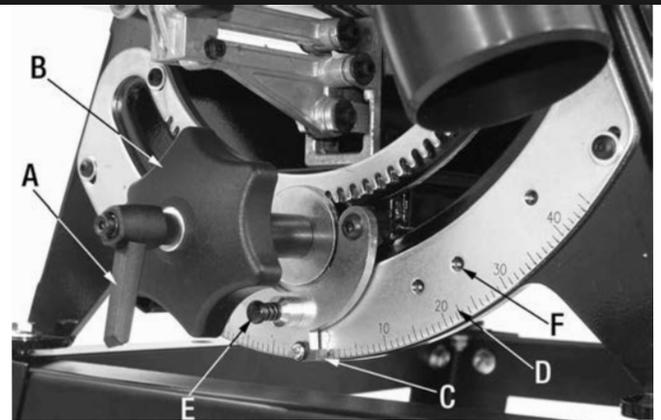
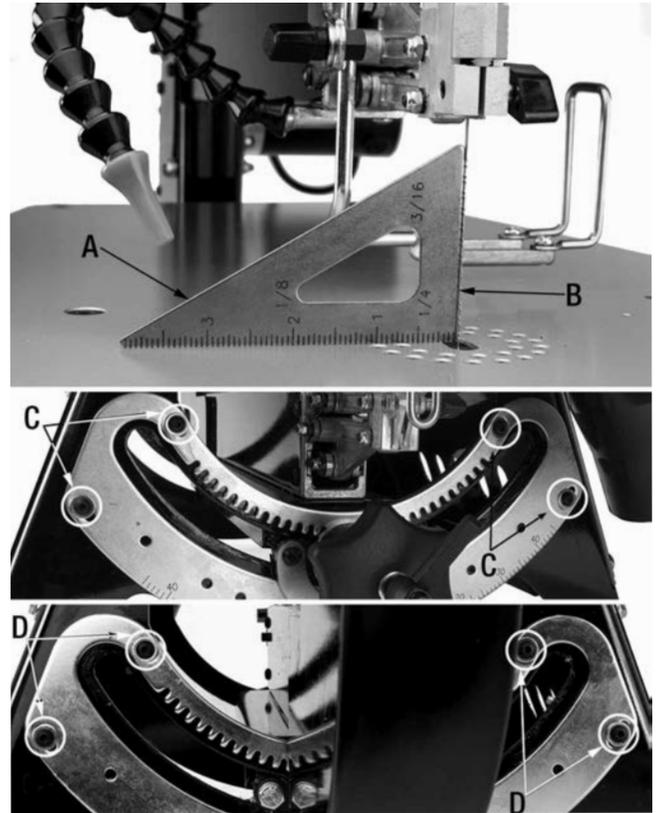

FIGURE 10
FIGURE 17
La tête de la Scie à Chantourner peut être inclinée vers la droite ou vers la gauche pour permettre des coupes en angle (biseau). Le table reste plat et fixe de manière que les coupes peuvent être faites facilement et confortablement. Les contrôles d'inclinaison sont situés à l'avant de la Scie à Chantourner, sous la table, tel que montré à la Fig.10.
- 1) Desserrez la poignée de verrouillage (A) Fig.10 en la tournant dans le sens antihoraire.
- 2) Tournez le grand bouton (B) dans le sens horaire ou antihoraire jusqu'à ce que la lame soit réglée à l'angle de coupe désiré.
- 3) Utilisez l'indicateur d'angle (C) Fig.10 et l'échelle (D) pour vous aider à régler l'angle de coupe désiré.
- 4) Serrez la poignée de verrouillage (A) dans le sens horaire pour fixer la tête de la Scie à Chantourner.
NOTE: En appuyant et en maintenant la goupille d'arrêt positif (E) Fig.10 lorsque vous réglez l'angle de la tête, la goupille engagera un arrêt positif (F), ce sont des angles de coupe communs (0°, 22,5°, 30° et 45°).
- 3) Placez une équerre (A) Fig.17 sur la table, contre la lame (B). Vérifiez l'angle de la lame.
- 4) Si la lame n'est pas en équerre à la table, desserrez les quatre vis à tête ronde allen (C) qui fixent le tourillon avant, et les quatre vis à tête ronde allen (D) qui fixent le tourillon arrière à l'arrière de la Scie à Chantourner.
- 7) Une fois que l'ajustement est terminé, il peut être nécessaire de repositionner l'indicateur d'angle (C) Fig.10 pour qu'il soit aligné avec la marque 0° sur l'échelle d'angle (D). Desserrez la vis de l'indicateur, repositionnez l'indicateur et resserrez la vis.